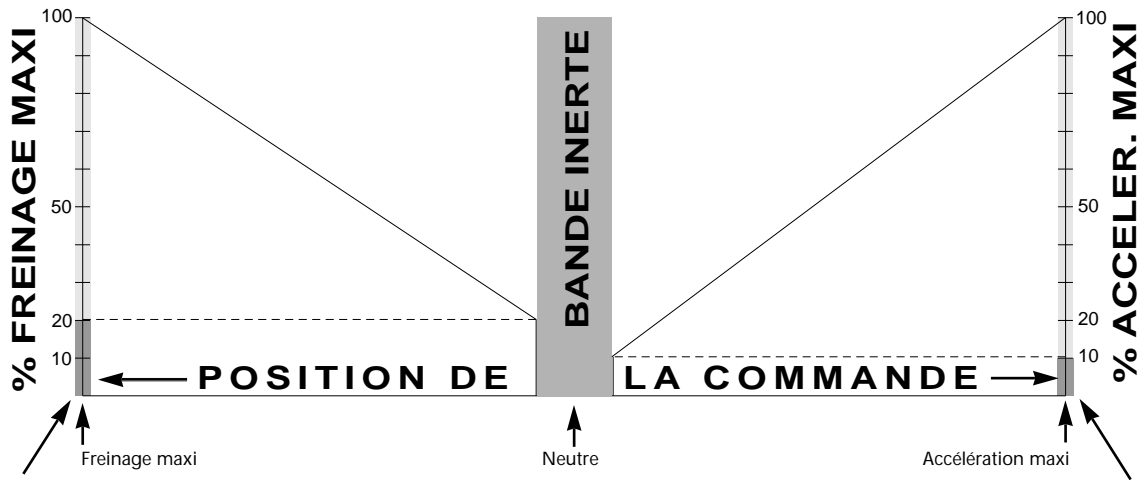

Figure 4 : Représentation graphique de l'accélération et du freinage minimum en pourcentage des valeurs d'accélération et de freinage maximales.
- Quantité d'accélération donnée par la première impulsion sur la commande émetteur (figure 4).